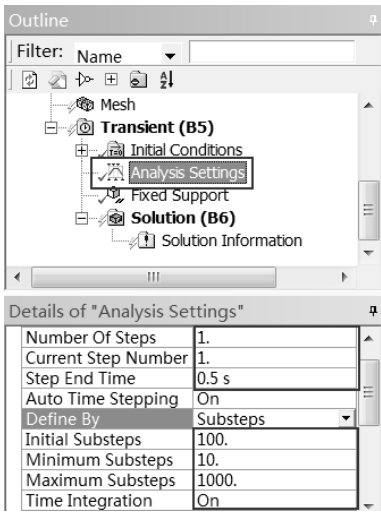

图 12-25 分析设置
Step4 : 选择 Transient (B5) Analysis Settings 命令 , 在如图 12-25 所示的 Details of “Analysis Settings” 面板中做如下设置。